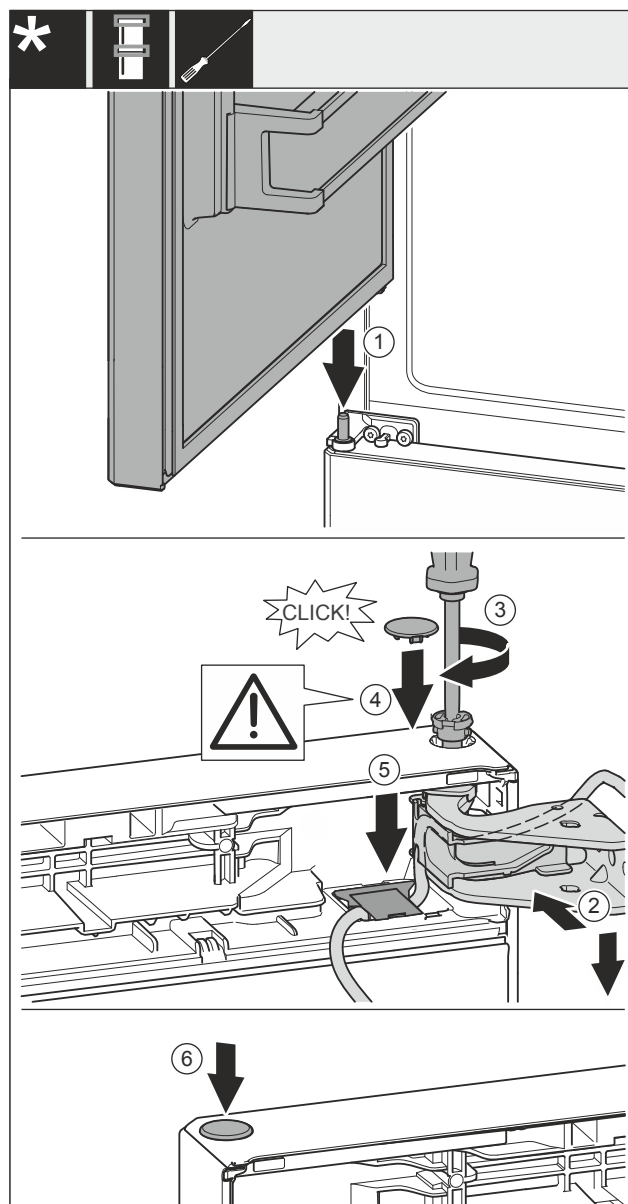

Fig. 55
- Установите верхнюю дверь на средний опорный палец Fig. 55 (1).
- Выровняйте дверь вверху по отверстию в опорном кронштейне Fig. 55 (2).
- Вставьте палец Fig. 55 (3) и затяните отверткой.
- Установите крышку Fig. 55 (4).
- Проследите за тем, чтобы крышка Fig. 55 (4) прилегала к дверям.
- Установите крышку Fig. 55 (5) и прижмите вниз до момента фиксации.
- Установите крышку Fig. 55 (6).